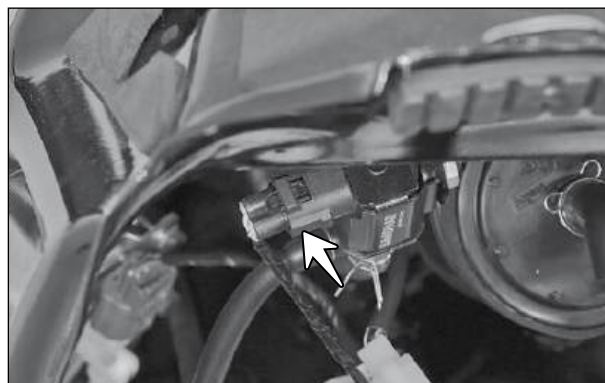

Fig. 1.34
- Levante cuidadosamente a parte traseira do tanque de combustível, pressione a trava do conector da válvula de purga (seta) e desconecte cuidadosamente do conjunto da válvula de purga. (Fig. 1.34)